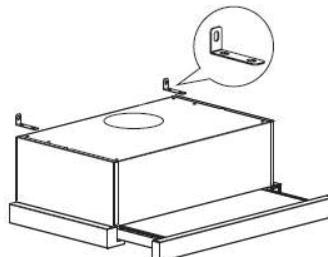

Fig. 2
2. Installez le support en L sur le dessus de la hotte à l'aide de deux vis (4 mm x 10 mm). Voir Fig. 2.